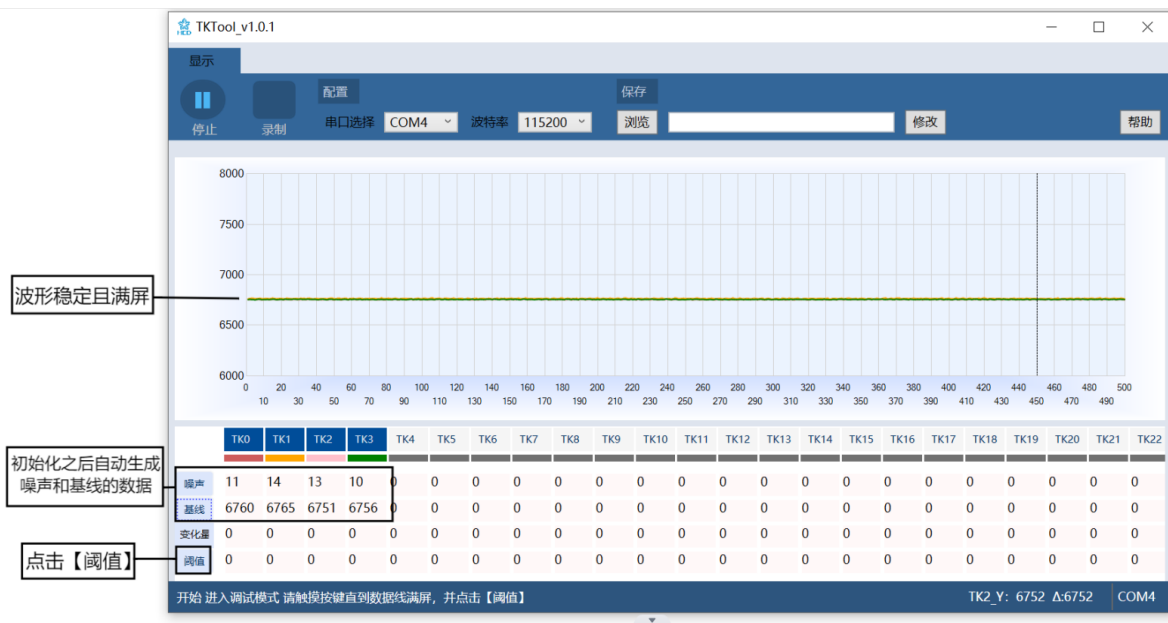

图 2-3 调试阈值
- 使触摸按键处于被按下的状态，当波形稳定且满屏时，点击界面按钮【阈值】，即可以得到参考阈值，如图 2-3 所示